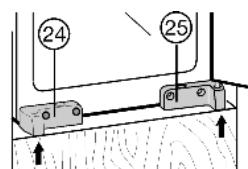

Fig. 12
- ▶ Выворачивайте устройство по глубине: Выворачивайте переднюю кромку кронштейна Fig. 12 (24), кронштейн Fig. 12 (25) и крепежный уголок Fig. 12 (22) по передней кромке дна шкафчика и по боковой стенке.